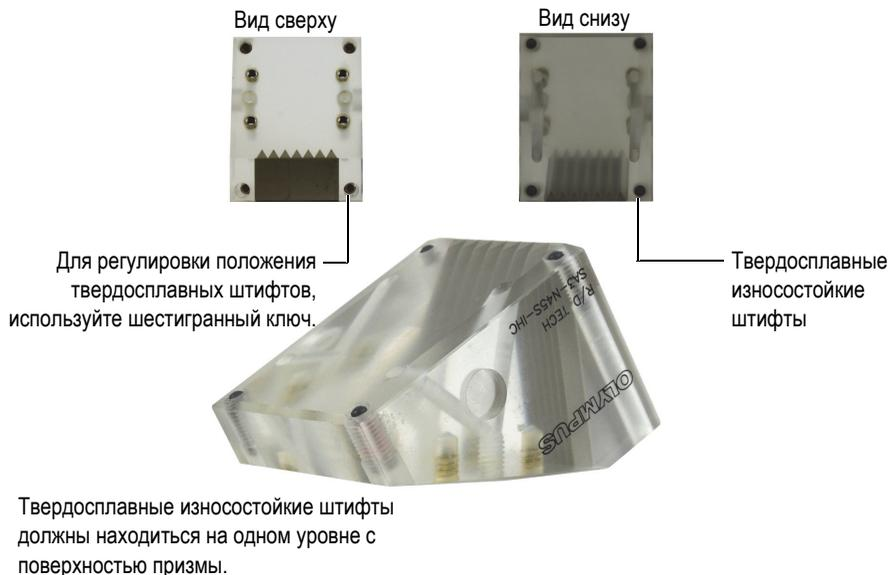

Рис. 2-30 Настройка положения твердосплавных штифтов
Призмы используются с преобразователями для лучшего проникновения ультразвука в объект контроля и равномерного распределения контактной жидкости. Во избежание преждевременного износа призмы по углам ее контактной поверхности вставляются твердосплавные штифты (Рис. 2-30 на стр. 69).
- ◆ Для настройки положения твердосплавных штифтов на призме используйте шестигранный ключ. Убедитесь, что верхняя часть каждого штифта находится на одном уровне с поверхностью призмы (Рис. 2-30 на стр. 69).
Все твердосплавные износостойкие штифты должны крепиться заподлицо с контактной поверхностью призмы (Рис. 2-30 на стр. 69).